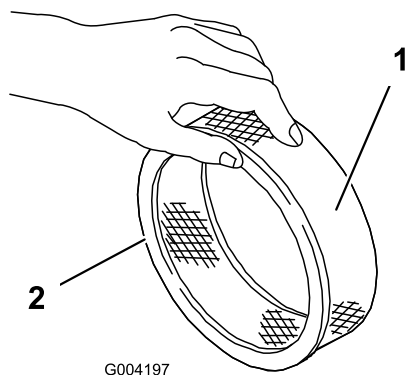

图 43
5. 检查纸质过滤器是否存在破裂、油性薄膜和橡胶封条损坏 (图 43)。
1. 小心将泡沫预滤器滑到纸质过滤器上 图 43。